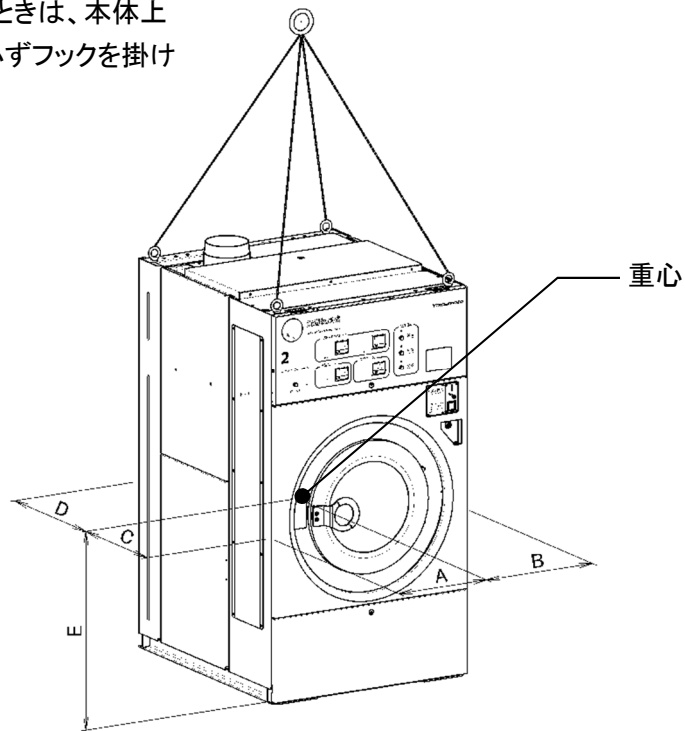

図 3-1
- 3) クレーン等で機械を吊り上げるときは、本体上部四隅（図 3-1）の 4 ヶ所に必ずフックを掛けて吊り上げます。
4) 重量と重心(図 3-1)